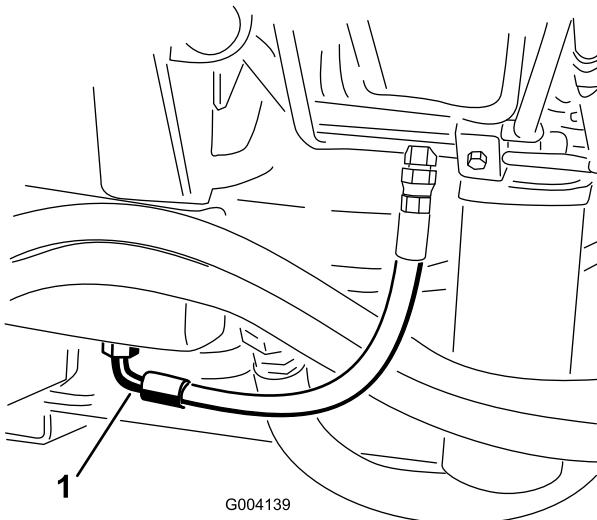

图59
2. 在液压油箱底部安装的接头下面放置一个大放油盘（图59）。